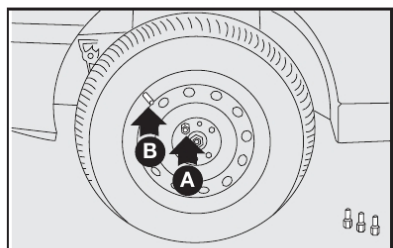

fig. 6
7) atarraxar apenas um dos parafusos A-fig. 6, em correspondência com a válvula de enchimento B-fig. 6.